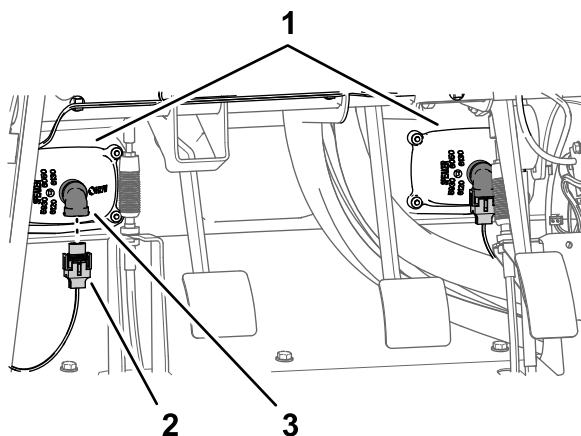

Figura 214
3. Ligue os dois conectores elétricos (duas tomadas) da cablagem da máquina dos conectores de dois pinos dos faróis esquerdo e direito (Figura 214).
1. Alinhe o resguardo do guarda-lamas interior com os tubos da estrutura esquerdo, superior e esquerdo inferior (Figura 214).